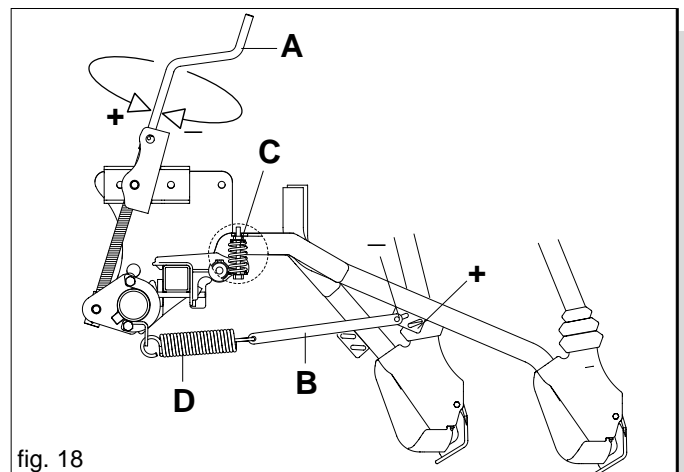

fig. 18
Si può ulteriormente regolare la pressione, singolarmente, cambiando la posizione del tirante (B Fig. 18).
Solo con assolcatori a stivaletto è presente una molla (C, Fig. 18) che consente di azzerare il peso del singolo elemento a molla (D) completamente scarica. In questa situazione è possibile effettuare semine superficiali.